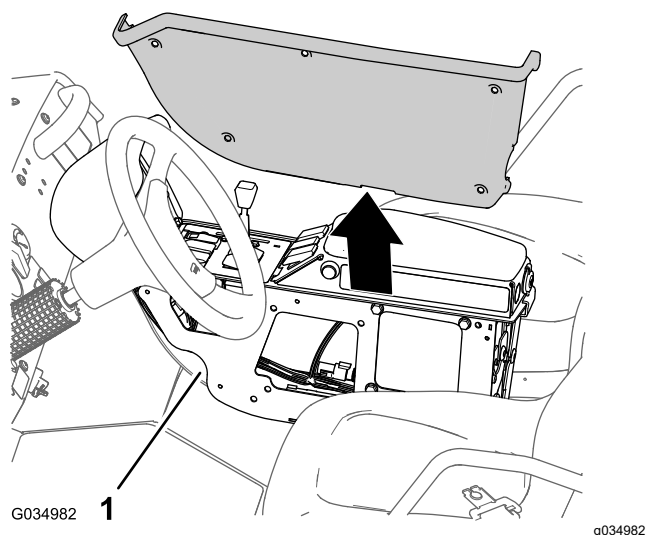

Figure 99
6. Placez le couvercle que vous avez retiré (Figure 99) sur le côté gauche de la console centrale.